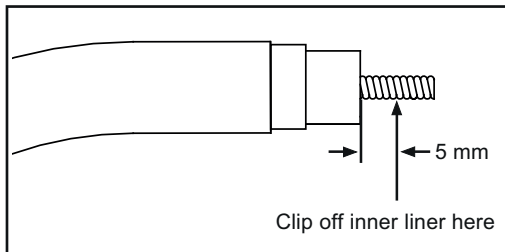

图3
- 5 剪掉枪头处的导丝管(+5mm处)(图3),不要把导丝管留太短